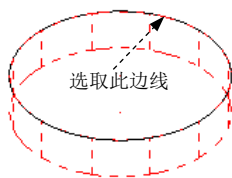
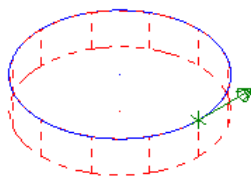

图 9.4.5 选取边线
图 9.4.6 选取边链
Step2. 设置加工区域。在图形区中选择图9.4.5所示的边线，系统自动选择图9.4.6所